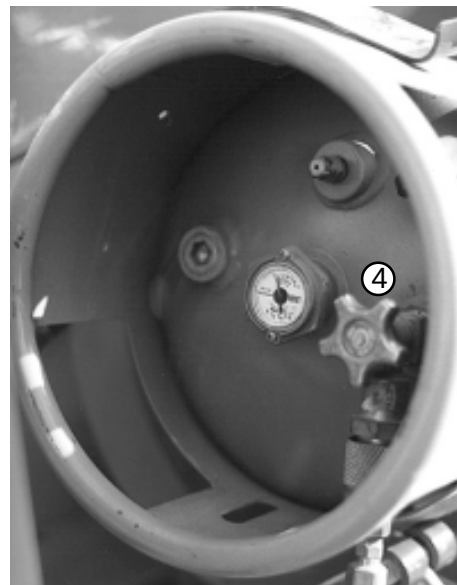

Fig. 8.12
Öppna kranen (4) på toppen av gasolflaskan (se fig. 8.12) fullt (vrid motsols så långt det går).